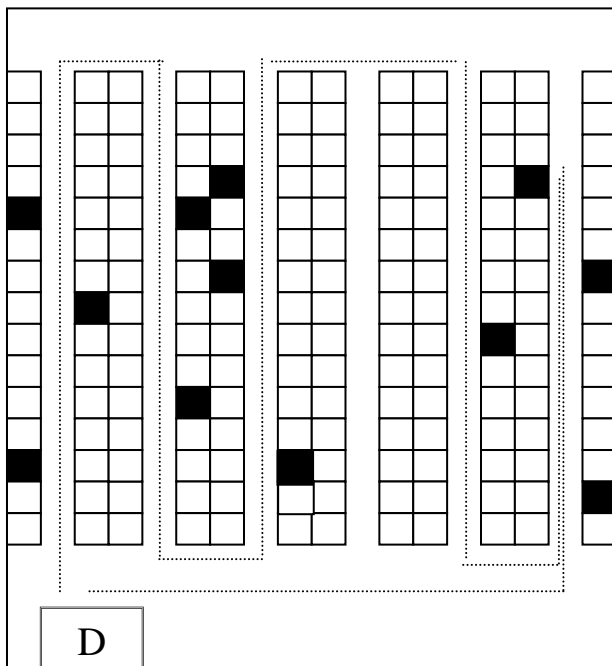
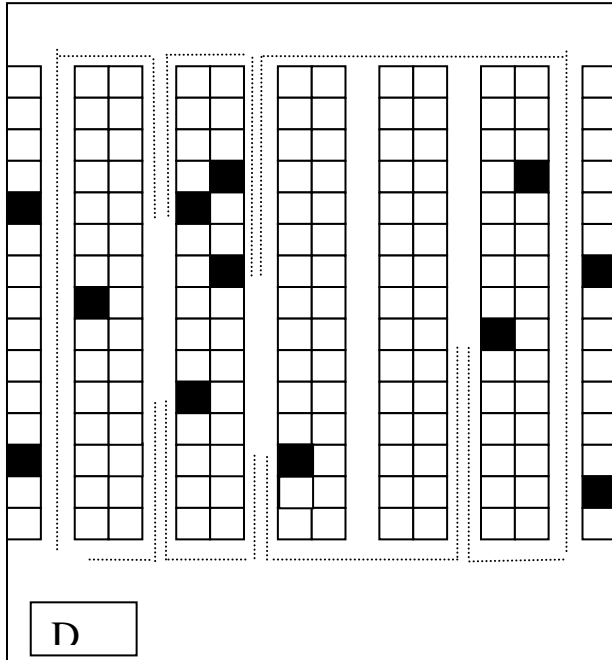

Bild 2
Bild 3
In Bild 2 sehen Sie ein größeres Verteilungszentrum mit Platz für 180 verschiedene Artikel.
- Erarbeiten Sie für das Verteilungszentrum in Bild 2 eine Bestellung mit 12 verschiedenen Artikeln, für die die S-Route einen extrem **langen** Weg ergibt.
- Erarbeiten Sie für das Verteilungszentrum in Bild 2 eine Bestellung mit 12 verschiedenen Artikeln, für die die S-Route einen extrem **kurzen** Weg ergibt.
In Bild 3 sehen Sie dasselbe Verteilungszentrum wie in Bild 2 mit derselben Bestellung der 12 Artikel wie in Aufgabe 2. Die Route wurde jetzt nach der sogenannten "bis-zur-Mitte"-Strategie gewählt.